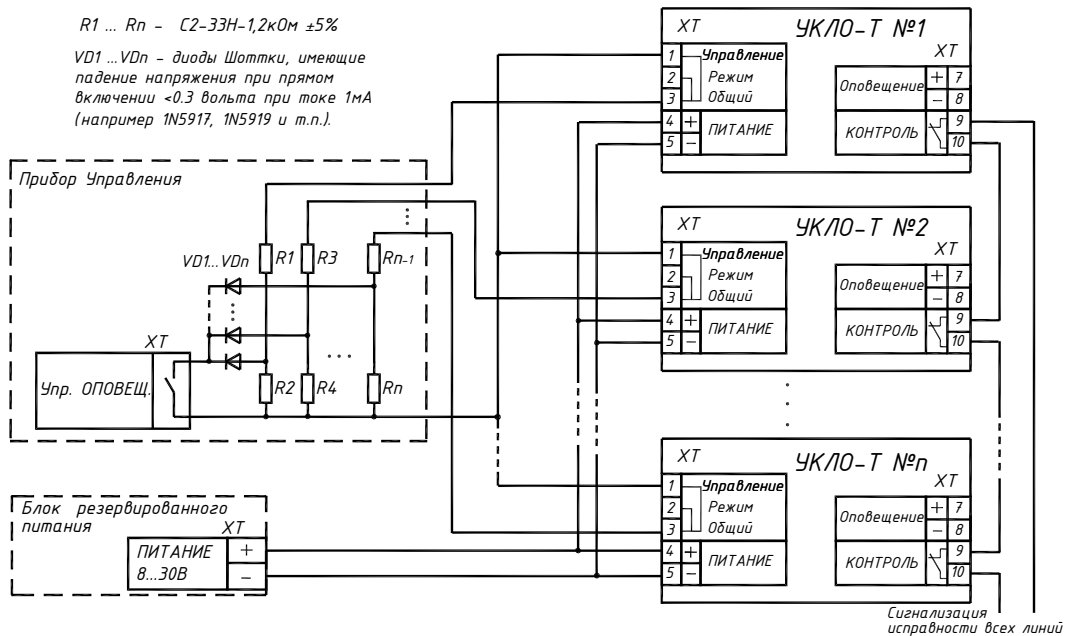

Рис. 3. Схема подключения нескольких УКЛО-Т к одному ПУ.
7.5 В случае подключения нескольких УКЛО-Т к одному прибору управления следует руководствоваться схемой рис.3.